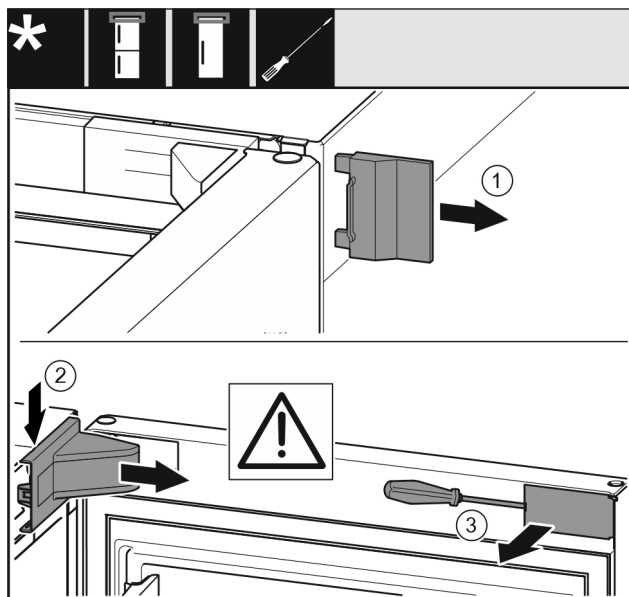

Fig. 7
- Tag den yderste afdækning Fig. 7 (1) af.
- Afhægt hængselsafdækningen Fig. 7 (2), og tag den af.
- Afhægt panelet Fig. 7 (3) med en kærnskruetrækker, og sving det til siden.